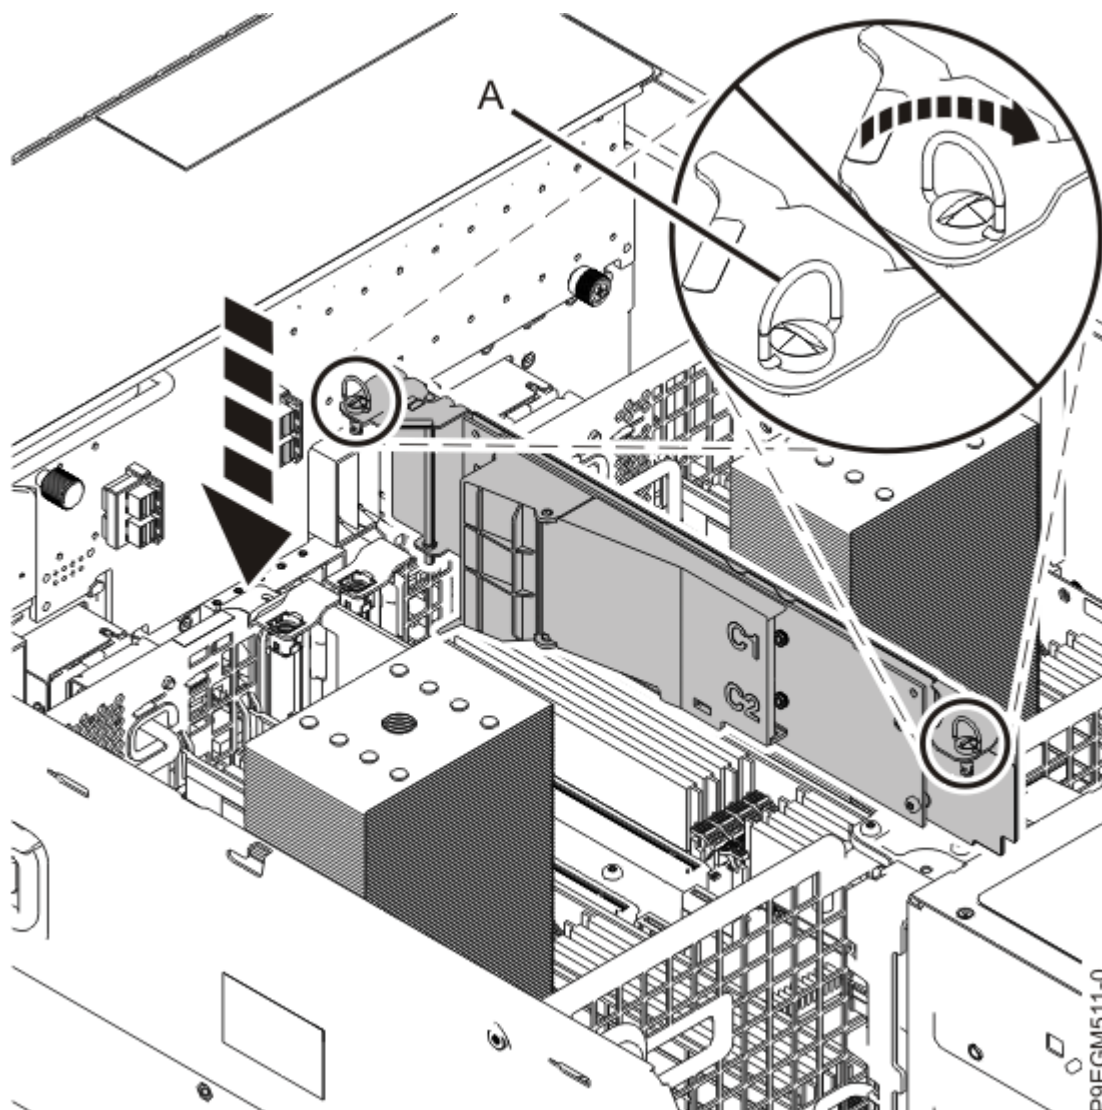

Figura 11. Fijación de la tarjeta portadora NVMe M.2
8. Presione y gire los tornillos **(A)** en el sentido de las agujas del reloj para ajustar completamente la tarjeta portadora NVMe M.2. Consulte la Figura 11 en la página 14.